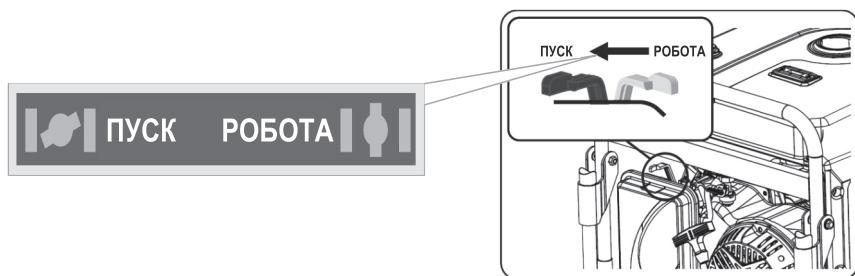

Рисунок 9. Схема роботи повітряної засувки карбюратора.
7. Після того, як двигун прогріється, повернути важіль повітряної засувки до положення «РОБОТА» (див. рисунок 9). Регулювання положення повітряної засувки треба виконувати плавно, щоб не заглушити двигун збідненою паливною сумішшю.